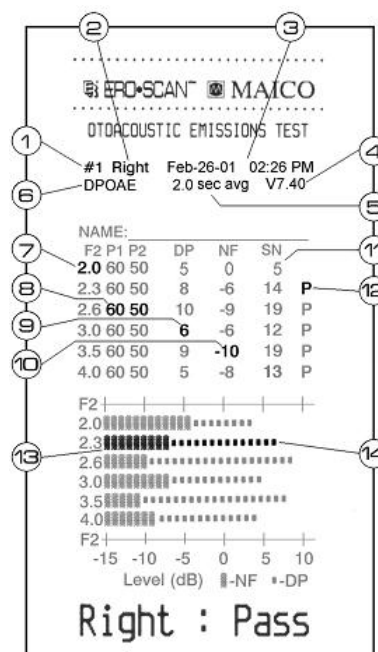

Bild 21
- Mit dem optionalen Drucker können nach jedem Test alle Ergebnisse ausgedruckt werden. Nachfolgend ist der Ausdruck anhand des Beispiels in Bild 21 erklärt: